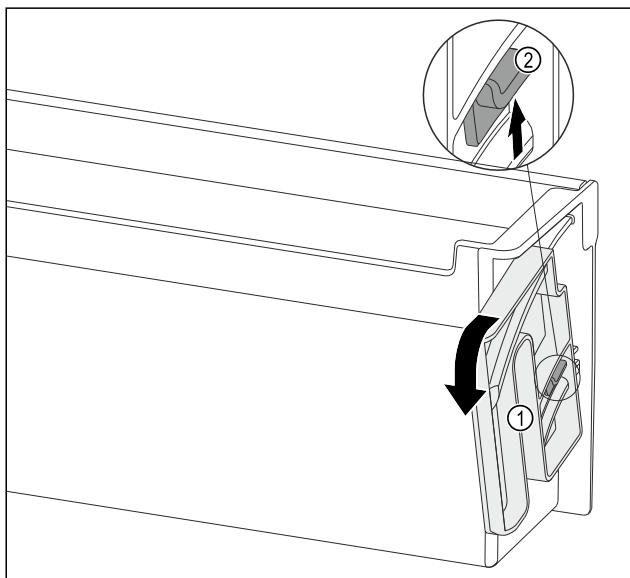

Fig. 133
- Dreheinheit Fig. 133 (1) in die angegebene Richtung bis zum Anschlag drehen.
- Lasche Fig. 133 (2) nach oben drücken und Dreheinheit Fig. 133 (1) entnehmen.